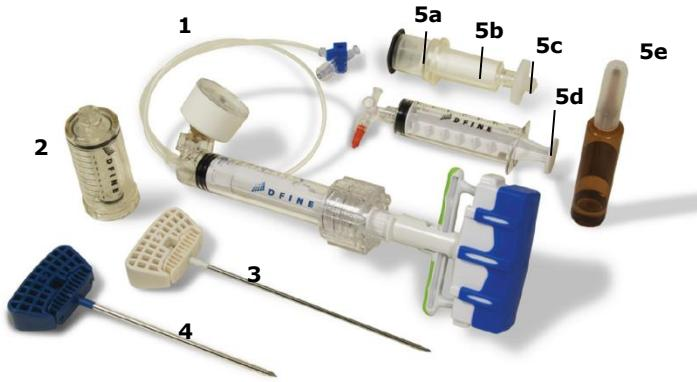

Fig. 1. Sistema per vertebroplastica StabiliT VP
Il Sistema per vertebroplastica StabiliT VP è progettato per l'erogazione controllata di cemento osseo StabiliT nel trattamento delle fratture vertebrali da compressione. Il sistema per vertebroplastica StabiliT VP è costituito da cinque (5) componenti (Fig. 1).